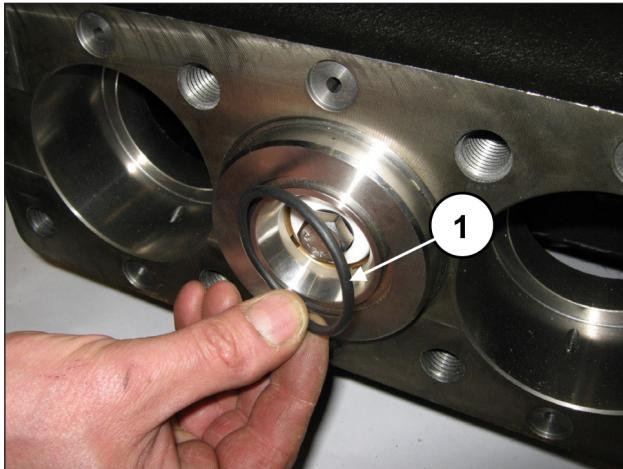
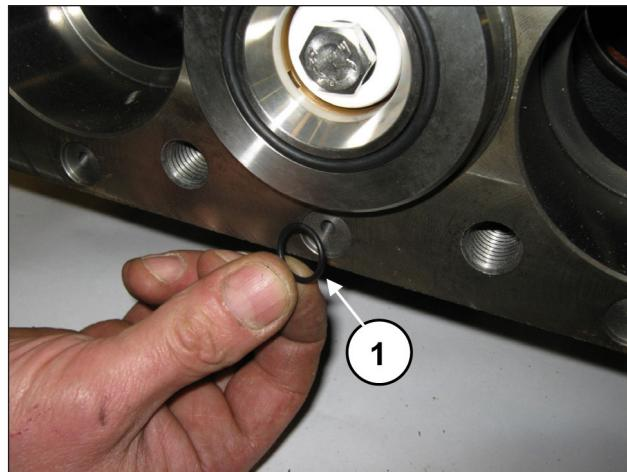

Fig. 189
Fig. 190
Montar la junta tórica frontal de la camisa (pos. ①, Fig. 189) y la junta tórica del orificio de recirculación (pos. ①, Fig. 190).